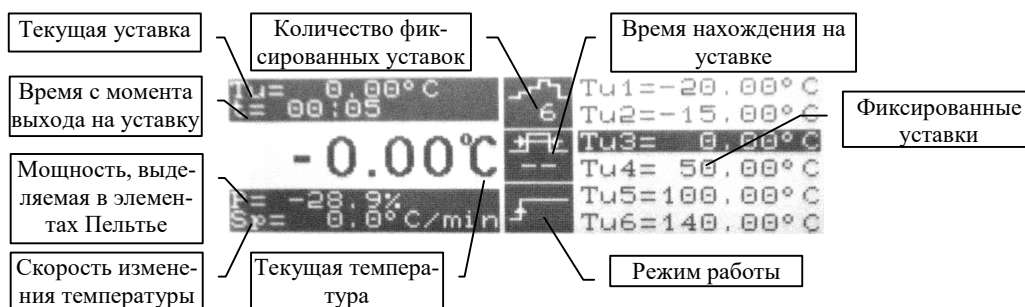

Рис. 1
4.2 Установить переключатель питания термостата в положение «1». После подачи питания на дисплее появится начальная заставка. Через 10-20 секунд прибор начнет работать. На дисплее прибора появится картинка, аналогичная Рис. 1.